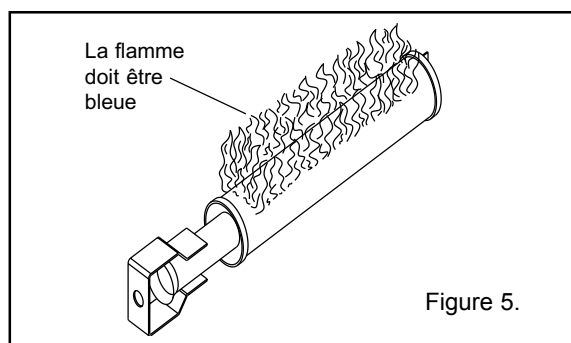

Figure 5.
2. Examiner visuellement le brûleur principal et la flamme du pilote. La flamme doit être bleue. Si elle apparaît jaune, il faut vérifier et nettoyer les brûleurs; voir la figure 5.